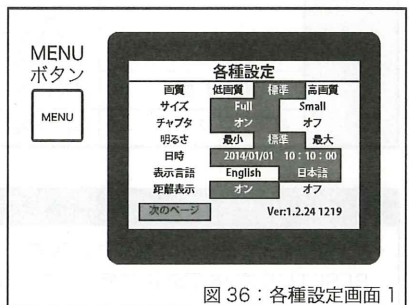

図 36：各種設定画面 1
● 各種設定画面を表示する (図 36)
- ・ MENU ボタンを押すと図 36 の各種設定画面が表示されます。変更、設定したい機能を▲、▼にて選択し「再生/決定」ボタンを押すとカーソルが右へ異動し、設定を選択できるようになります。設定したいモードを選び、「再生/決定」ボタンを押すと設定が変更され、カーソルが左に移動します。
- カーソルを「前のページ」に移動し「再生/決定」ボタンを押すと、各種設定画面1 (図 36) に戻ります。